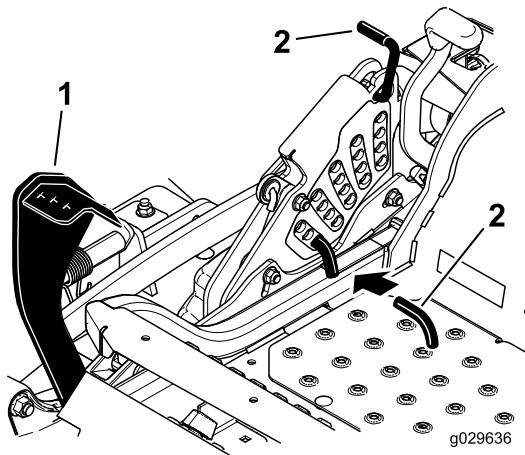

Figura 27
2. Pise el pedal de elevación de la carcasa y eleve la carcasa a la posición de transporte (que es también la posición de altura de corte de 140 mm - 5½") (Figura 27).
3. Para ajustar la altura de corte, gire el pasador 90 grados y retire el pasador del soporte de altura de corte (Figura 27).
4. Seleccione el taladro del soporte de altura de corte que corresponde a la altura de corte deseada, e inserte el pasador (Figura 27).